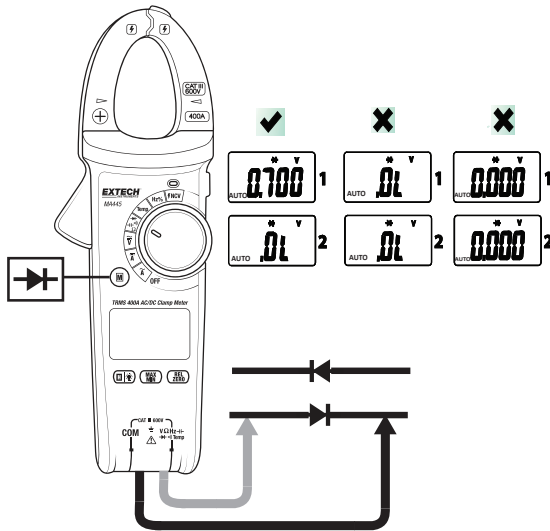

Fig. 10 – Pruebas de diodo
3. Inserte el conector banana del cable negro en el enchufe negativo (COM) y el conector banana del cable rojo de prueba en el enchufe positivo (V). Ver Fig. 10.